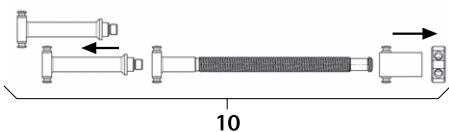

Fig. 6
- Démontez le distracteur à broche 10, voir Fig. 6.